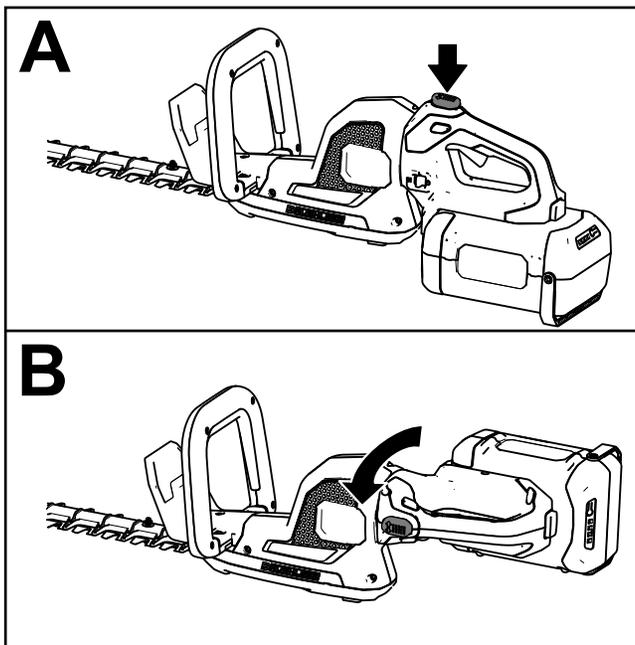

Figura 7
1. Prima e mantenha premido o botão de bloqueio rotativo (A de Figura 7).
2. Rode a pega 90° para a direita ou esquerda, dependendo da direção de corte desejada, depois solte o botão de bloqueio rotacional para bloquear a pega na posição desejada (B de Figura 7).